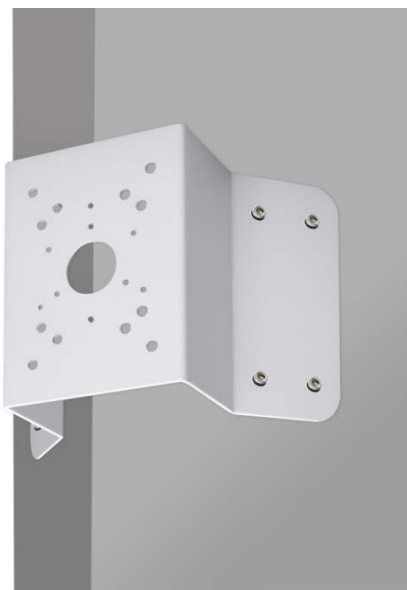

Рисунок 5.8 — Определение точек крепления кронштейна на установочной поверхности
1. Используя угловой кронштейн, отметьте точки крепления на установочной поверхности (Рисунок 5.8) и просверлите 4 отверстия (диаметр 8 мм, глубина не менее 65 мм) в установочной поверхности.